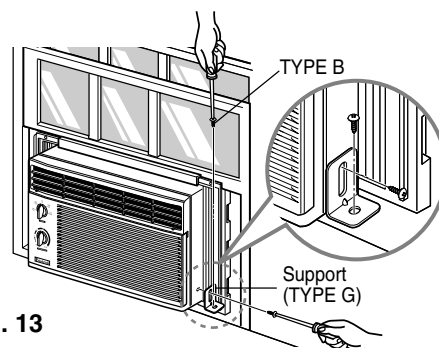

Fig. 13
- b. Fixez le support (TYPE G) à l'appareil à l'aide de la vis que vous venez de retirer. Fixez le support (TYPE G) au seuil de la fenêtre à l'aide d'une vis de type B, tel qu'illustré à la Fig. 13.